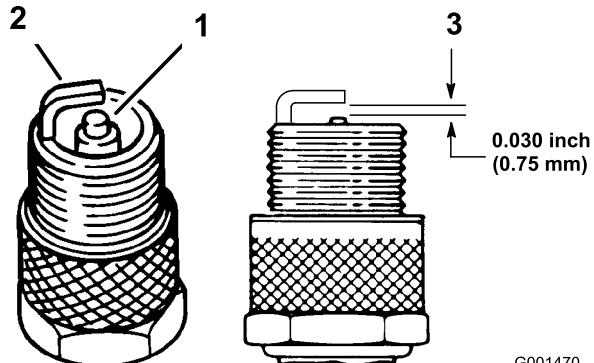

Figura 28
1. Veja a parte central das velas de ignição (Figura 28). Se verificar uma cobertura castanha ou cinzenta no isolante, o motor está a funcionar correctamente. Uma cobertura preta no isolante indica que o filtro de ar está sujo.
2. Verifique a folga entre os eléctrodos central e lateral (Figura 28). Dobre o eléctrodo lateral (Figura 28) se a folga não for a correcta.
- Ligue os cabos às velas de ignição (Figura 28).